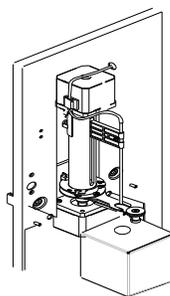

Рисунок 10-55 Замена блока очистки пробозаборника
2. Выньте ослабленный блок очистки пробозаборника вверх, чтобы достать его, и отсоедините трубки (обратите внимание на связь между трубками и подключателями), как показано на **рис. 10-55**.